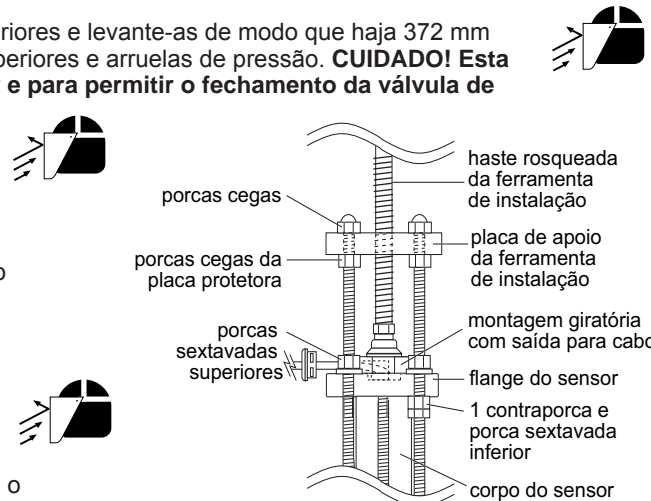

Fig. 18
- E. Usando uma máscara de proteção, gire o eixo da ferramenta de instalação no sentido **anti-horário** para retirar o sensor até que o flange deste encoste nas porcas sextavadas superiores (fig. 18).